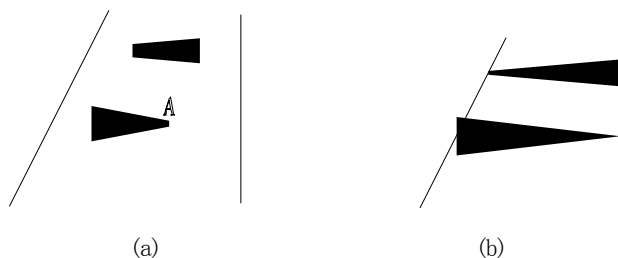

图 5-30 用 Extend 命令延伸具有一定宽度的多段线
1) 用 Extend 命令延伸具有一定宽度的多段线, 当边界与多段线的中心线不垂直时, 宽多段线会超出边界, 直到其中心到达边界为止。如果宽多段线是渐变的, 按原来的斜度延伸后其末端的宽度要出现负值, 则该端的宽度将改为 0。如图 5-30(a)中宽多段线的 A 端, 延伸后其宽度变为 0。